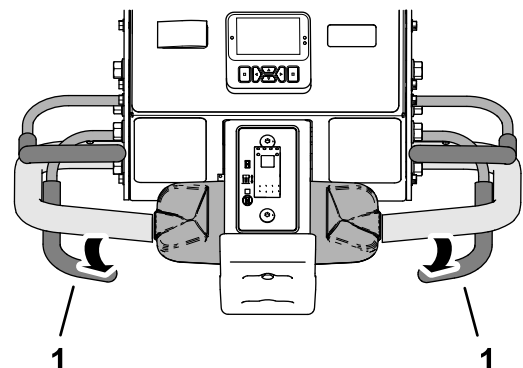

Figure 88
- Relâchez la barre de commande d'aération (Figure 88).